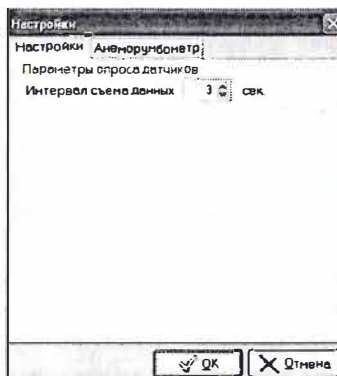

Рисунок 4 – Окно настройки интервала съема данных.
5.3.3.3 В меню РАБОТА выбрать ПАРАМЕТРЫ. В открывшемся окне НАСТРОЙКИ установить интервал съема данных (рисунок 4).